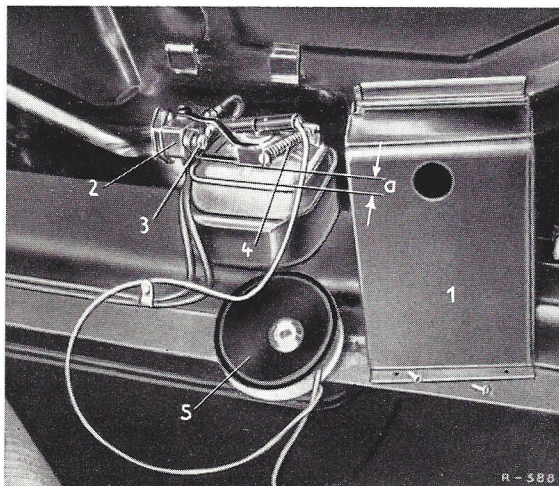

Bild 25-0/18
Der elektrische Schalter an der Hinterachsaufhängung wird mit Hilfe einer Prüflampe eingestellt. Nach Lösen des Abdeckblechs (1) im Kofferraum wird eine Prüflampe (5) mit genügend langen Kabeln an den Pluspol der Batterie und den unteren, mit + bezeichneten Anschluß des Schalters angeschlossen (Bild 25-0/18).
Der elektrische Schalter muß so am Gehäuse der Hinterachsaufhängung montiert werden, daß der Abstand a zwischen Spannscheibe und Schalter ca. 15 mm beträgt (siehe Bild 25-0/18). Dieser Abstand muß eingehalten werden, weil er sich beim Aufbocken an der Hinterachse oder bei voller Belastung verringert.
Der elektrische Kontakt am Schalthebel wird ebenfalls mit Hilfe einer Prüflampe eingestellt. Die Prüflampe wird mit dem einen Kabel an den Pluspol der Batterie, mit dem anderen an das schwarze Kabel des Magnets für das Steuerventil angeschlossen. Nun die Verschlusskappe (2) nach Lösen der Gegenmutter (8) gerade soweit hineindrehen, bis die beiden Kontaktplättchen (3) und (6) sich berühren, d. h. die Prüflampe gerade aufleuchtet (Bild 25-0/19).